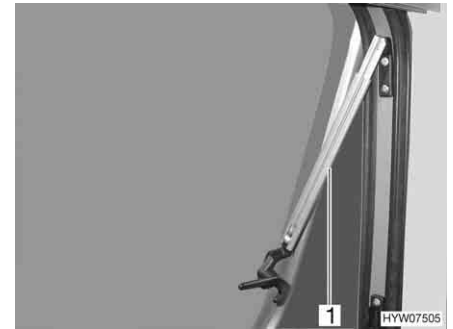

Bild 58 Ausstellfenster mit Automatik-Ausstellern, geöffnet
- Ausstellfenster bis zur gewünschten Raststellung öffnen. Der Automatik-Aussteller (Bild 58,1) rastet selbstständig ein.